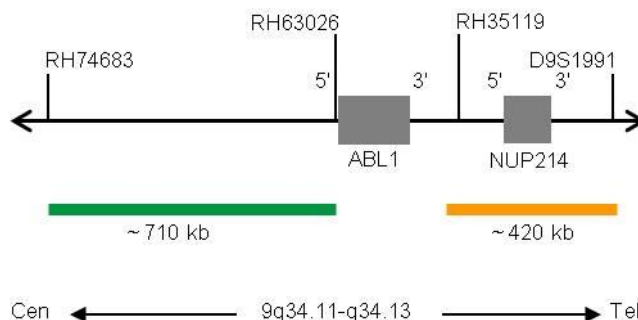

Abb. 1: SPEC ABL1 Sondenlokalisation (nicht maßstabsgetreu)
- ZyGreen (Anregung 503 nm/Emission 528 nm) markierten Polynukleotiden (~10,0 ng/μl), die gegen Sequenzen in 9q34.11-q34.12* (chr9:132,872,357-133,580,236) gerichtet sind, welche proximal zur ABL1-Bruchpunktregion lokalisiert sind (siehe Abb. 1).
- ZyOrange (Anregung 547 nm/Emission 572 nm) markierten Polynukleotiden (~4,5 ng/μl), die gegen Sequenzen in 9q34.12-q34.13* (chr9:133,851,960-134,273,097) gerichtet sind, welche distal zur ABL1-Bruchpunktregion lokalisiert sind (siehe Abb. 1).